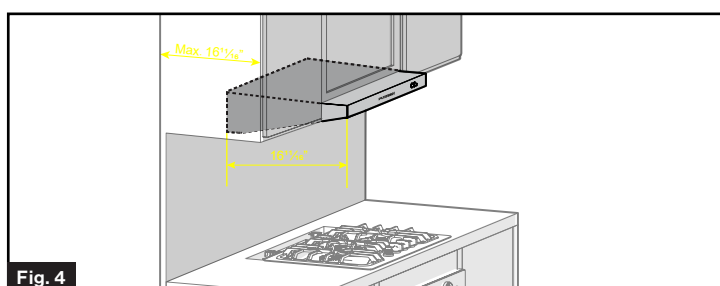

Fig. 4
**ATTENTION:** la distance verticale minimale entre le combustible et la plaque de cuisson est de 19½ pouces pour une installation avec la hotte, dans le cas où le compartiment supérieur ne dépasse pas 16¼ pouces du mur arrière. (Fig. 4) Cette hotte de cuisinière fonctionne avec les surfaces de cuisson et les cuisinières ayant un débit calorifique pouvant atteindre 22 500 BTU.